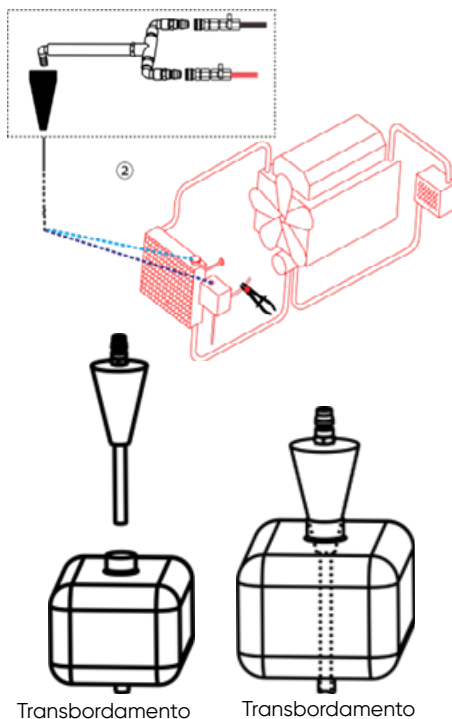

Fig 5.
2. Selecione o adaptador em Y e o adaptador cônico adequados, para efeitos de vedação. Ligue a mangueira de fluido novo (vermelha) e a mangueira de fluido usado (transparente) ao adaptador em Y. Certifique-se de que: a) A mangueira de inserção profunda é suficientemente comprida para mergulhar na mangueira inferior do reservatório de transbordo. b) O adaptador cônico faz uma boa vedação com o reservatório de transbordo; (Fig. 5).